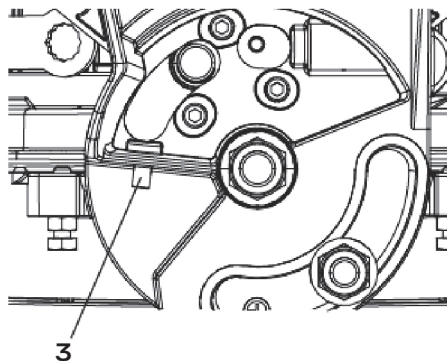

рис. 16
5. Если угол между диском и поворотным столом отклоняется от $33,9^\circ$, наклонить режущий блок пилы влево, подтянуть или ослабить шестигранный болт (3) в задней части пилы при помощи шестигранного ключа 3 мм, пока угол между диском и столом не станет равен $33,9^\circ$ (рис. 16).